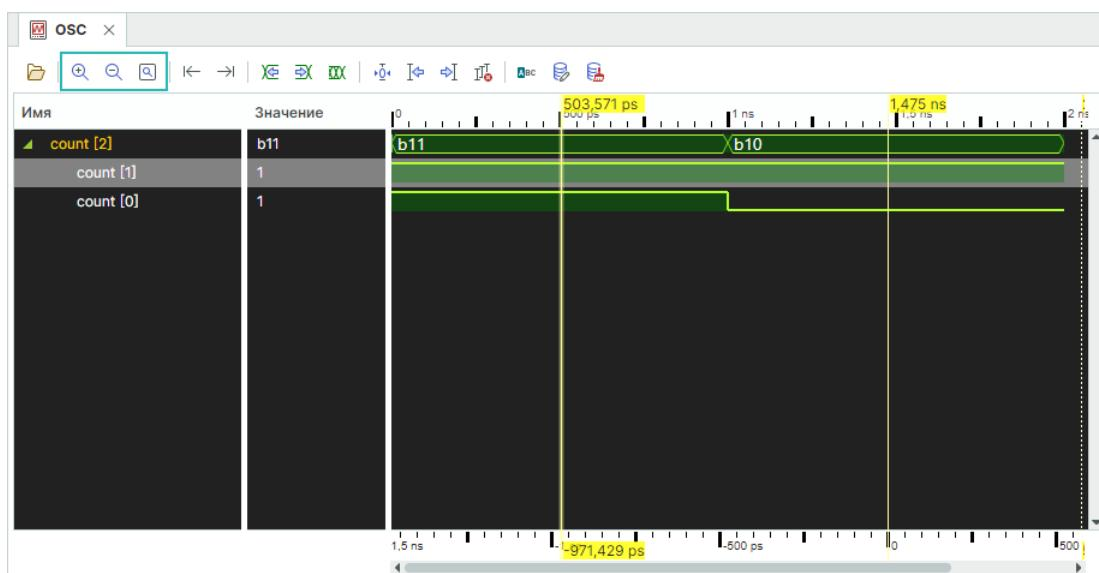

Рис. 34 Расположение кнопок для изменения маштаба
- Изменение масштаба, см. Рис. 34.